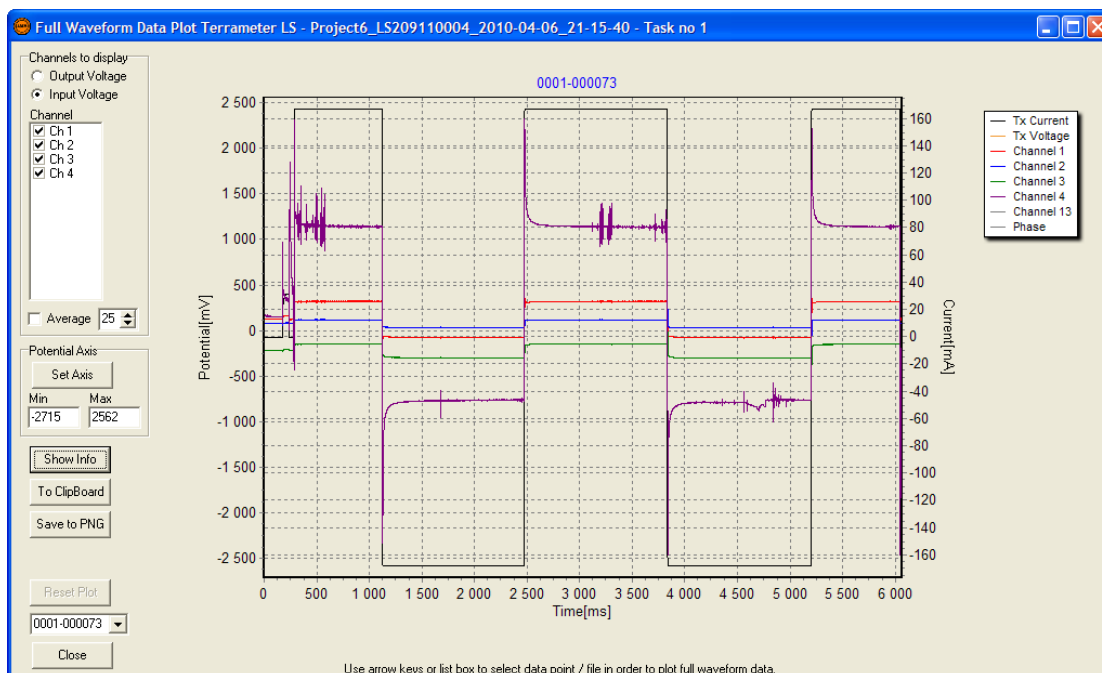

Figura 93. Dialogo del grafico de la forma de onda completa
- **Full Waveform Data:** Los datos Proporcionados de forma de onda completa han sido salvados y descargados del instrumento, estos datos serán mostrados (Figura 93). Muévase entre los puntos de datos cambiando el objeto seleccionado en el cuadro de lista abajo a la izquierda.